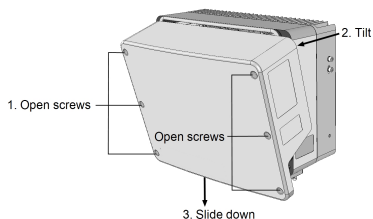

Figura 18: Rimozione del coperchio dell'inverter
5. Aprire il coperchio dell'inverter (vedere la *Figura 18*).